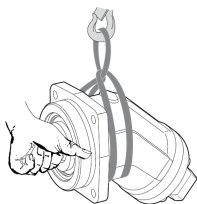

图5 马达起吊示意
1、将液压马达用合适的吊装工具可靠地固定在起升设备上。并按图5所示方法运送到齿轮箱输入端。